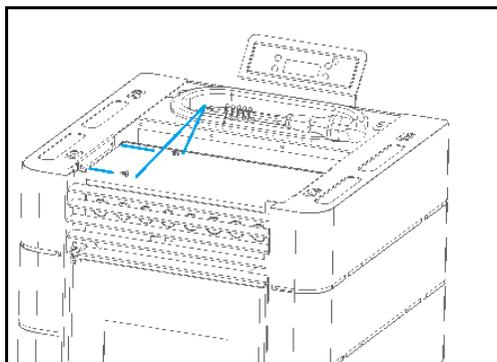

Figura 23 – Fissaggio dei mantelli laterali sulla parte superiore
d) Ripetere la procedura seguita ai punti b e c di questo manuale per l'altro mantello e avvitare i mantelli laterali con quattro viti presenti nel kit, due per ogni lato, come illustrato nella figura 23.